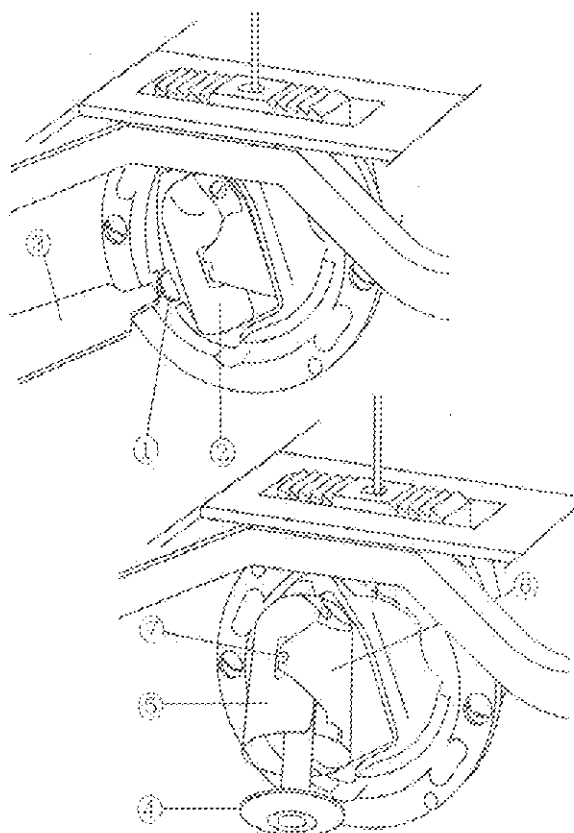

Рис. 7
10. Установка и извлечение шпульки (Рис. 7)